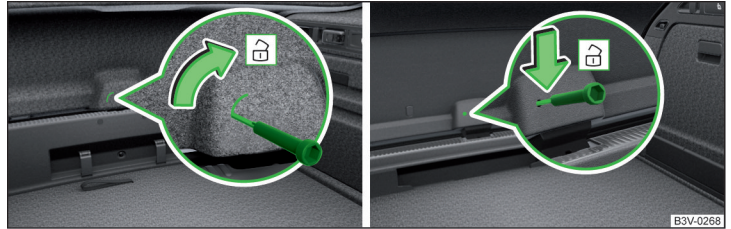

Fig. 261 Descuierea capotei portbagajului: Varianta 1/varianta 2
- › Introduceți în degajarea, respectiv în decupajul din capitonaj » fig. 261 o șurubelniță sau o altă unealtă asemănătoare, până la capăt.